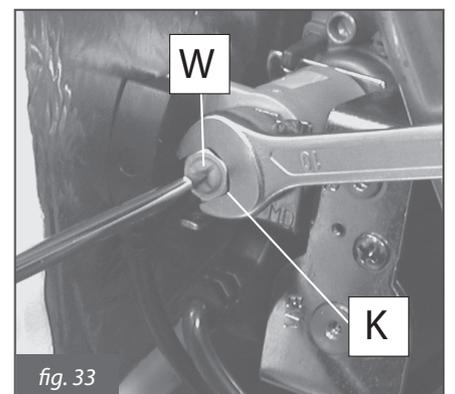

fig. 33
- girando la tuerca **K** (externa - fig. 33) en sentido HORARIO la presión a los inyectores aumenta, girando en sentido ANTIHORARIO disminuye;
para regular el valor de la presión, manteniendo bloqueada la tuerca **K** con una llave de 10 mm, girar el tornillo **W** en sentido HORARIO para aumentar la presión, en sentido ANTIHORARIO para disminuir (fig. 33);